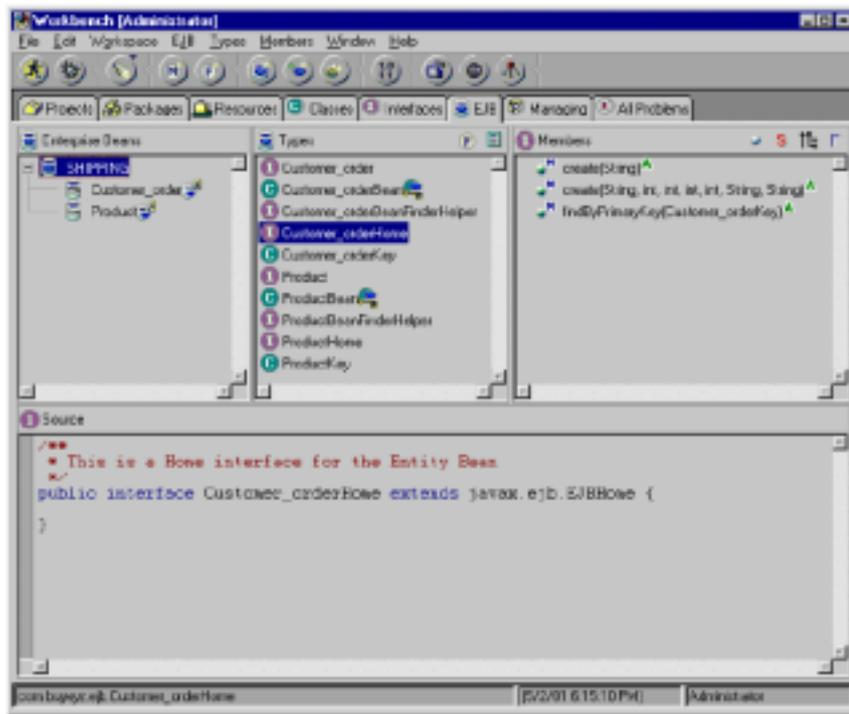

图 7-8 已修改的 EJB 组 SHIPPING
4. 如图 7-8 所示,现在新的 ejbCreate 方法已成为“Customer\_orderHome”EJB 本地接口的一部分。